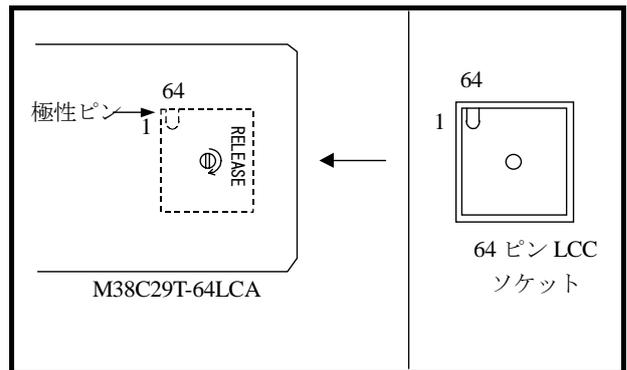

図5 ユーザシステムからの取り外し
- (1) 図5のようにLCCソケットリリース用ネジを時計回りの方向に回転させます
- (2) M38C29T-64LCAが64ピンLCCソケットから押し出されます。
- (3) 取り外し後、ネジは「カチッ」と音がするまで回しきってください。